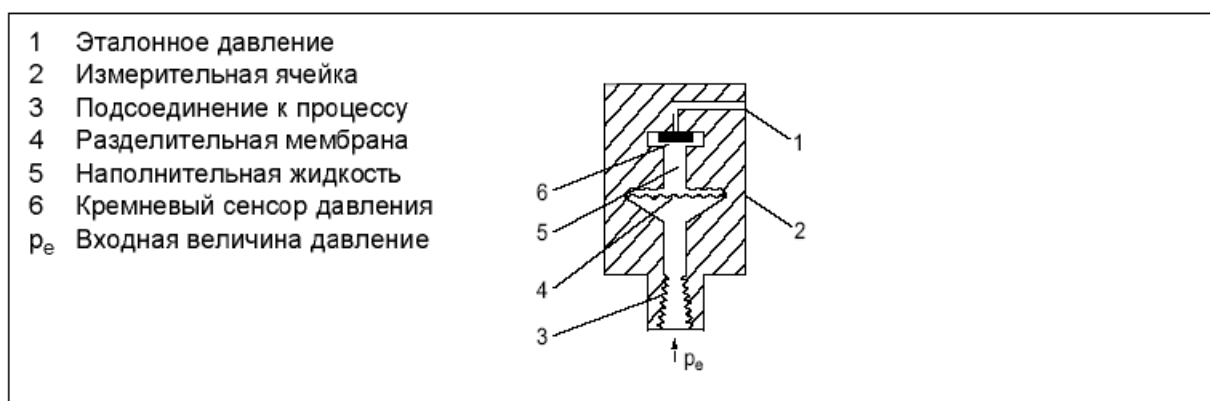

Рис.5 Измерительная ячейка давления, функциональная схема
Давление  $p_e$  через подсоединение к процессу (3, рис.5) подается на измерительную ячейку (2). После этого оно через разделительную мембрану (4) и наполнительную жидкость (5) передается на кремневый сенсор давления (6), отклоняя тем самым его измерительную мембрану. Четыре установленных на измерительную мембрану по мостовой схеме пьезо-сопротивления изменяют благодаря этому свою величину сопротивления. Изменение сопротивления вызывает выходное мостовое напряжение, пропорциональное входному давлению.